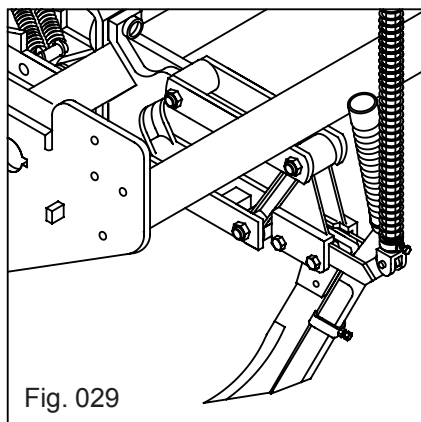

Fig. 029
- Em alternativa, sulcador profundo (Fig. 029) destinado a “abrir” o fundo do sulco, permitindo uma penetração mais fácil das raízes e a colocação do adubo a um nível mais profundo, de acordo com a recomendação agrônômica.